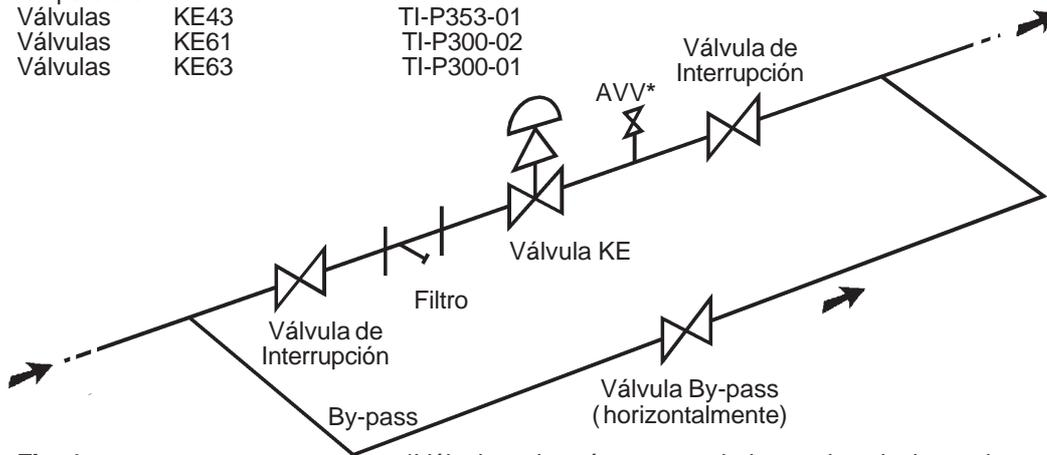

Fig. 1
6. Instalaciones con By-pass (Fig. 1)